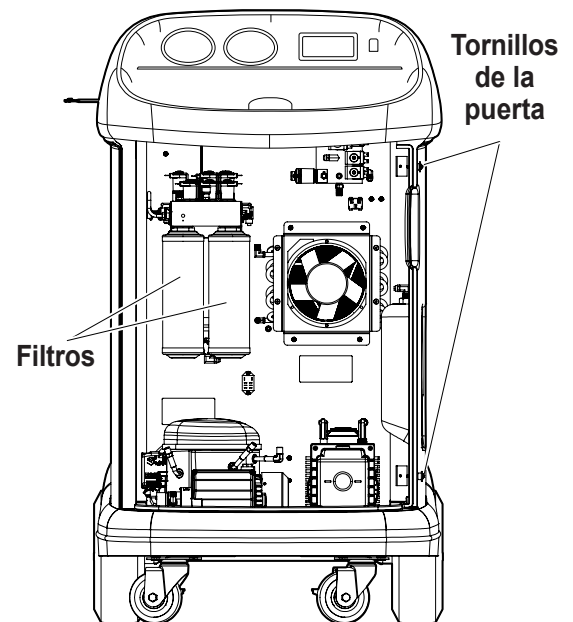

Figura 11
Apague la máquina. Retire los dos tornillos de la puerta y abra la puerta. Consulte la Figura 11.
5. Para instalar los nuevos filtros, gírelos hacia la derecha hasta su posición. Verifique que los filtros estén ubicados correctamente como se muestra en la Figura 11. Apriete ambos filtros a 20 Nm.